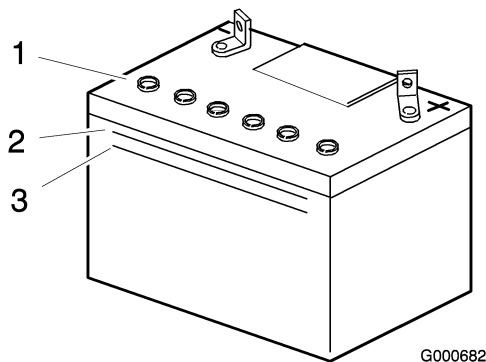

Figura 45
2. Guardate il fianco della batteria. L'elettrolito deve raggiungere la linea superiore. Non lasciate scendere l'elettrolito sotto la linea inferiore (Figura 45).